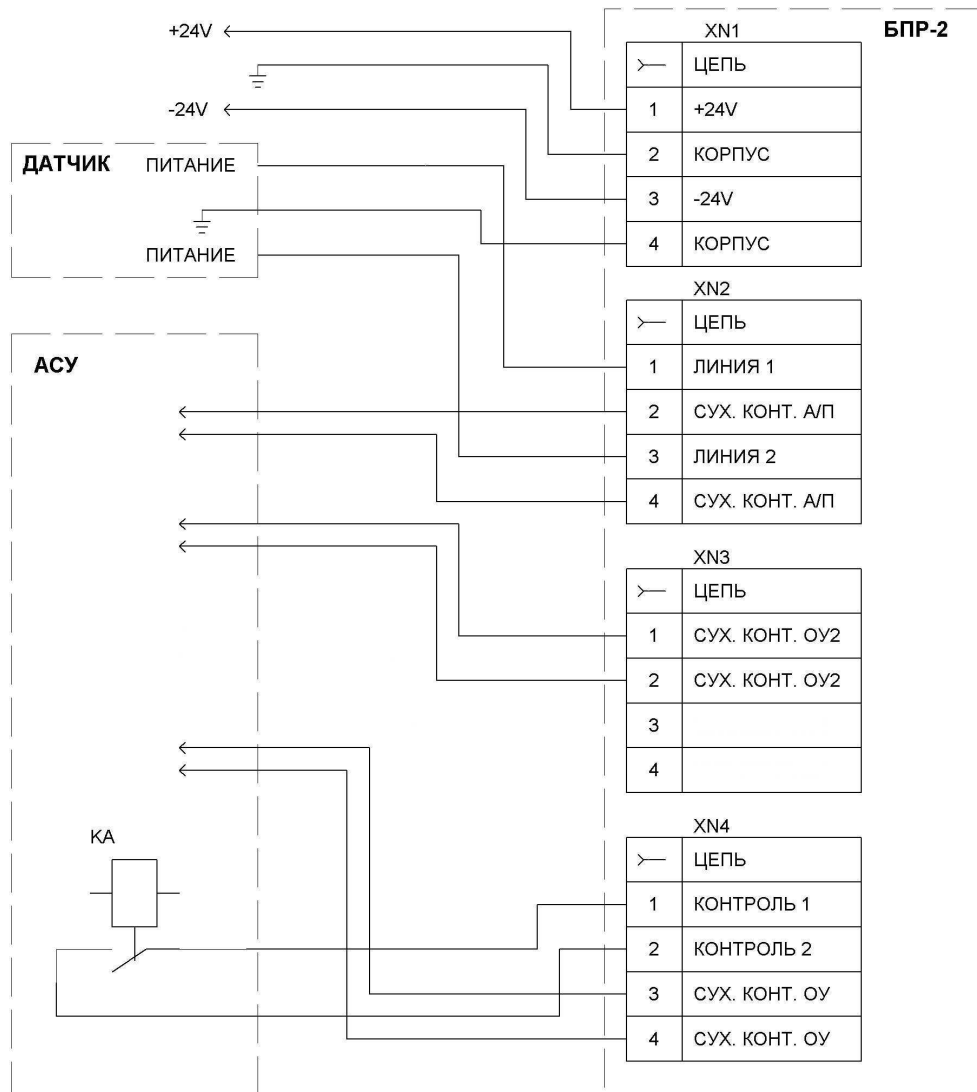

Рисунок 10 – Монтажная схема сигнализатора контроля герметичности СКГ-1 в составе с блоком питания и регистрации БПР-2Т.
2.9.2 Проверить правильность подключения датчика сигнализатора СКГ-1 к блоку питания и регистрации БПР-2Т, см. рисунок 10, а также п. 2 Данного руководства.